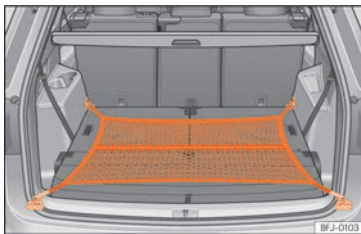

Abb. 205 Im Gepäckraum: flach eingehängtes Gepäckraumnetz.
- Hängen Sie die Haken in die Verzurrösen ein » » [Abb. 205], » » . Der Reißverschluss des Gepäckraumnetzes muss dabei nach oben zeigen.